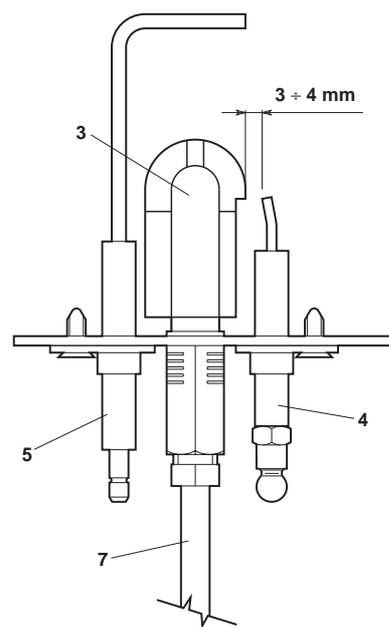

fig. 14
- Gli elettrodi devono essere liberi da incrostazioni e correttamente posizionati (vedi fig. 14).